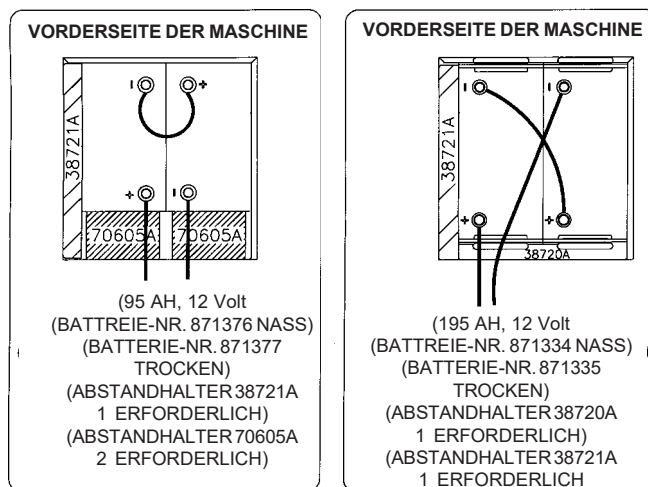

Abb. 8
3. Stellen Sie die Batterien in den Batterietrog, wie in Abb.8 angegeben.
4. Verbinden Sie die Batteriekabel zwischen den Batterien und installieren Sie lange Batteriekabelanschlüsse, wie angegeben. Siehe Abb.8.